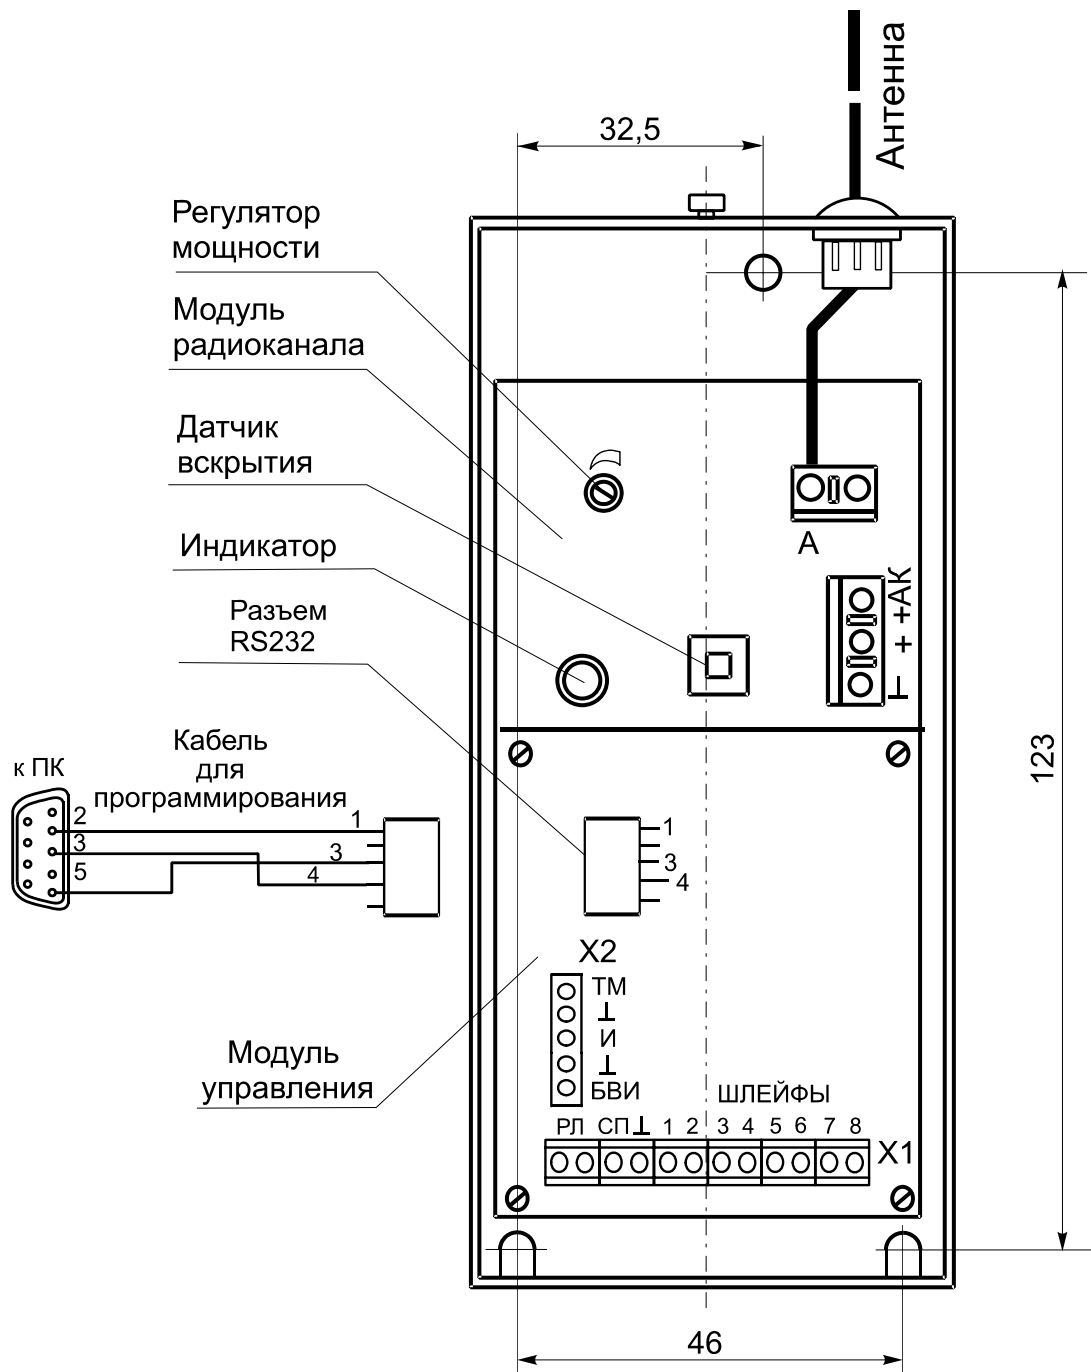
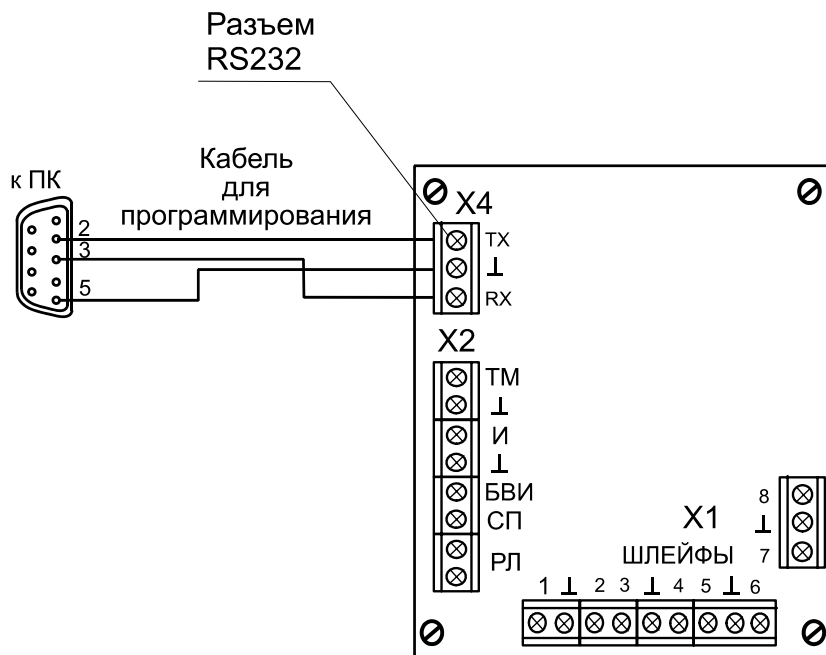

Рисунок 5.1 - Конструкция передатчика
Рисунок 5.2 - Модифицированный вариант модуля управления
5.1 Передатчик состоит из двух соединенных модулей (управления и радиоканала), установленных в металлическом корпусе (рисунок 5.1). Корпус передатчика выполнен из двух частей: основания и крышки. На основании корпуса установлен модуль радиоканала.
5.2 Модуль радиоканала имеет клеммы "+ АК" и "+" для подключения плюсовых проводов основного и вспомогательного источников питания соответственно, клемму "┐" для подключения общего минусового провода, клемму "А" для подключения антенны, а так же датчик вскрытия, потенциометр регулировки мощности и двухцветный индикатор (рисунок 5.1). На модуле радиоканала установлен плавкий предохранитель номиналом 3,15 А.
5.3 Модуль управления устанавливается в разъем модуля радиоканала и крепится винтами. На плате модуля управления (рисунок 5.1) установлены:
Модифицированный вариант модуля управления (рисунок 5.2) отличается отсутствием разъема RS-232 (он заменен тремя клеммами), переключатель ХТ1 (на плате контакты 2 и 3 замкнуты), а также увеличенным количеством клемм общего провода.
7.2 Для программирования необходимо подключить передатчик к ПК с помощью кабеля из комплекта поставки (таблица 3.1). Белый разъем кабеля вставляют в разъем X2 модуля управления (рис.5.1) или разъем обрезают, а провода зачищают и подключают к винтовой колодке модуля (рис.5.2). Подключение производить при выключенном питании передатчика или ПК.
8.3 Закрепить передатчик. При установке на вертикальной поверхности крепление выполнять тремя шурупами по разметке (рисунок 5.1). При установке внутри корпуса ППК допускается крепить передатчик винтами (в комплект не входят) вплотную к металлической стенке корпуса.
8.6 Если конструкция сетевого источника питания допускает подключение к вторичной обмотке сетевого трансформатора и напряжение вторичной обмотки 16 – 20 В, то для контроля сети подключить вход "СП" согласно рисунку 8.1 и, после включения передатчика, установить переключатель ХТ1 на контакты 2-3. При этом нельзя допускать замыкания контактов 1-2 ХТ1. В модифицированном модуле (рисунок 5.2) контакты 2-3 замкнуты на плате и переключатель отсутствует.
В модифицированном модуле (рисунок 5.2) переключатель не требуется, но при программировании необходимо в закладке *Заводские настройки* выбрать *Блок передающий*.